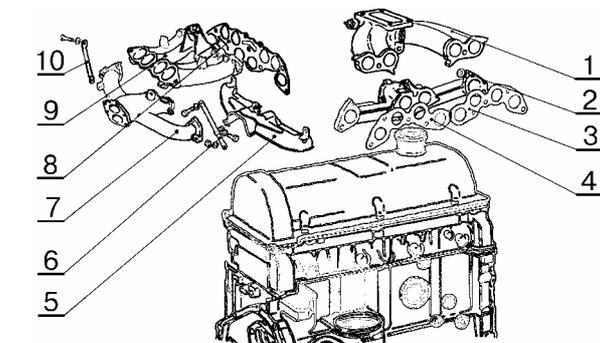

Рис.16.
- снять трубу 1, рис.16, впускную, коллектор 2 выпускной и прокладки 3 и 4 (головка сменная 13, гайковерт типа ИП – 3111 или вороток и удлинитель).